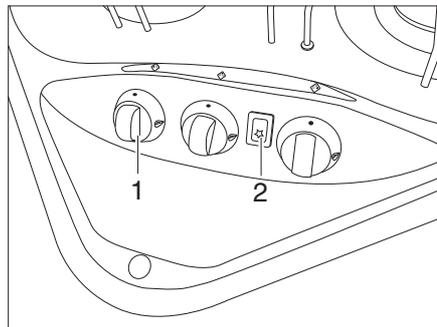
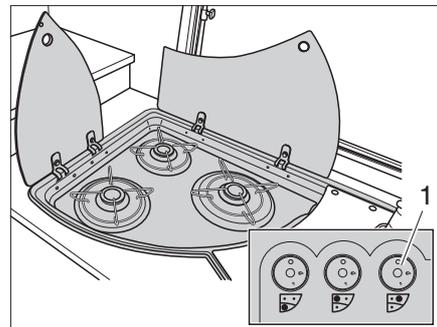

Bild 137 Bedienelemente für Gaskocher
Bild 138 Alternative: Bedienelemente für Gaskocher
- Drehregler (Bild 137,1 oder Bild 138,1) der gewünschten Brennstelle auf Zündposition (große Flamme) drehen.
- Wenn eine Zündtaste (Bild 137,2) vorhanden ist: Funke durch Drücken der Zündtaste erzeugen.